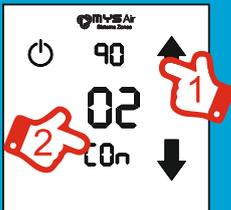

Fig. 11
- 3) Seleccionar el Código "02" pulsando sobre los icono **↓↑** y confirmar pulsando de nuevo sobre el icono **COFF** para activar la configuración wifi del módulo y salir (Fig. 11).